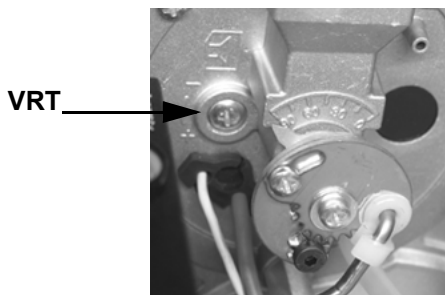
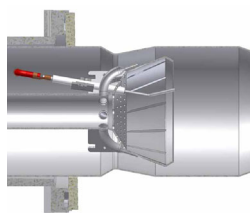
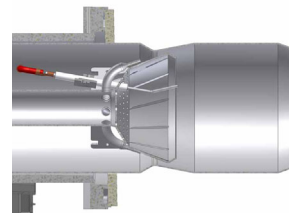

Рис. 5
Рис. 6
Рис. 7
На заводе-изготовителе голова сгорания горелки настраивается на положение максимальной мощности “MAX”. Настройка на максимальную мощность соответствует положению головы “выдвинута полностью вперед” - для стандартного типа горелок (Рис. 6) и положению “полностью назад” - для горелок с низкими выбросами NOx (Рис. 7). Установка головы в положении “полностью вперед” - подразумевает под собой ее выдвижение внутрь камеры сгорания котла, в то время положение “полностью назад” означает - в сторону оператора. Что касается работы на сниженной мощности, необходимо последовательно сдвигать голову сгорания по направлению положения “МИН”, вращая винт **VRT** (Рис. 5) по часовой стрелке.
- 7 вывести горелку в режим **малого пламени**. Чтобы изменить расход газа - расслабить винт **V1** (Рис. 7) и отрегулировать угол раскрытия дроссельного клапана, при вращении пластинки **C** (по часовой стрелке - уменьшается расход газа, против часовой стрелки - увеличивается). Индикатор **S** указывает угол раскрытия